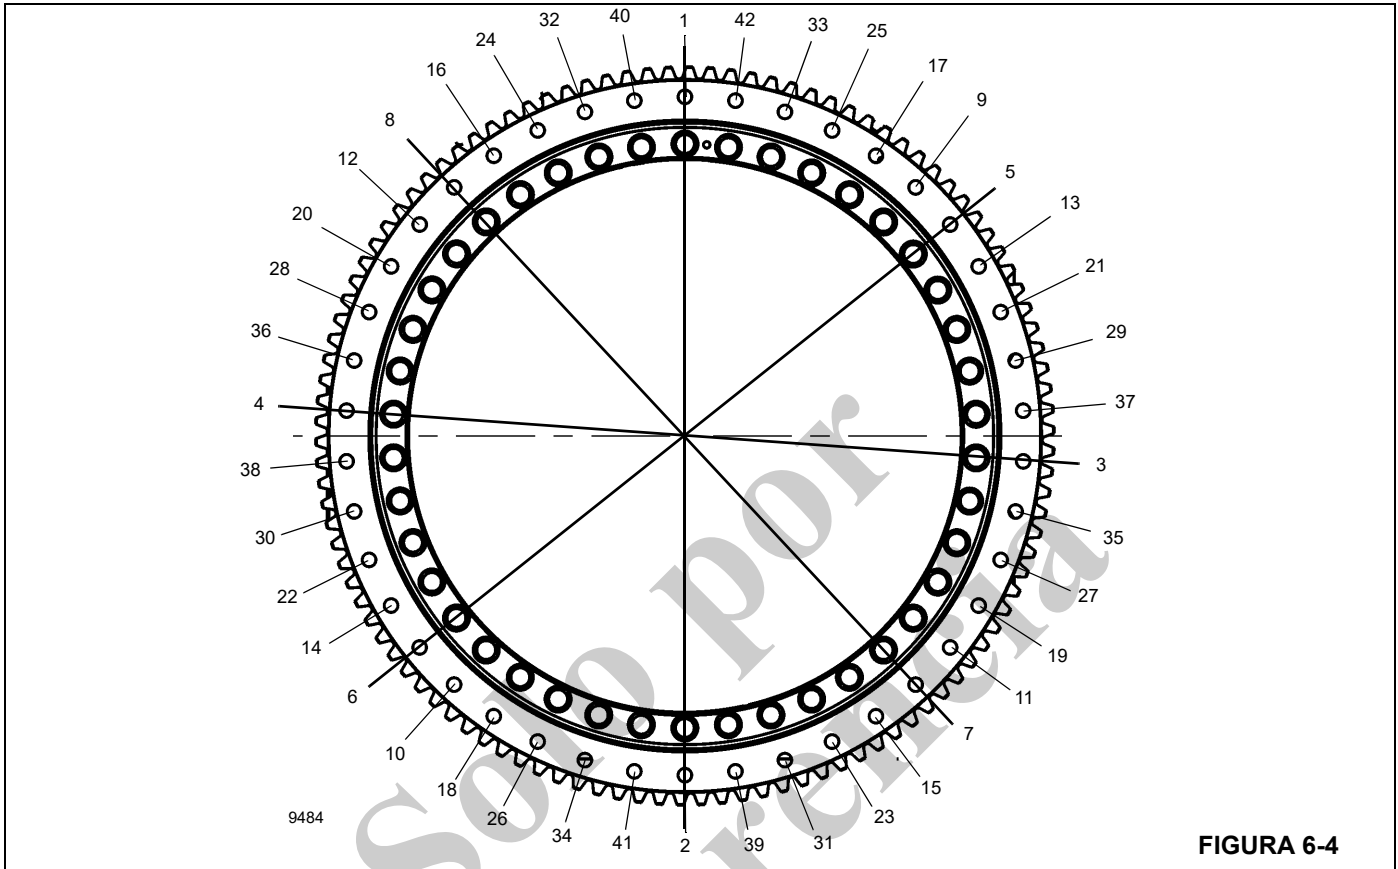

FIGURA 6-4
La pista interior del cojinete se fija a la torreta por medio de 42 pernos de grado 10.9 de M24 × 150 mm (Figura 6-4). La pista exterior del cojinete se fija al chasis del vehículo por medio de 42 pernos de grado 10.9 de M24 × 150 mm (Figura 6-4).
3. Apriete todos los pernos a un 80 % del valor de par de apriete total de 790 Nm ±35 Nm (582.7 lb-ft ±26 lb-ft) siguiendo una secuencia de patrón en estrella, como se muestra en la Figura 6-4, comenzando con el perno número 1.